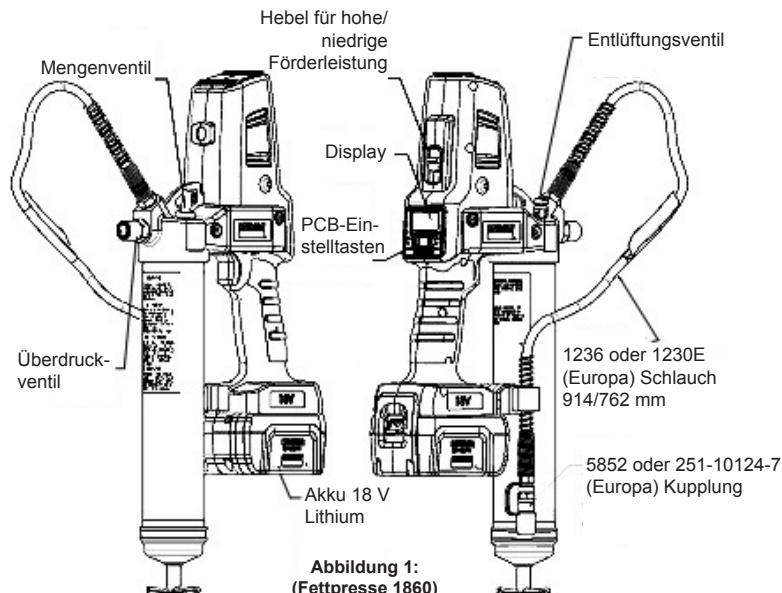

Abbildung 1:
Dieses Sicherheitsventil (Abb. 1) ist werkseitig so eingestellt, dass Drücke über 517 bar abgelassen werden. Außerdem zeigt dieses Ventil den Zustand des Lagers und der Schmierleitung an. Wenn aus dem Überdrückventil Schmierstoff austritt, bedeutet dies, dass das Lager, das Fitting oder die Leitung verstopt oder eingeengt ist. Dieser Zustand muss vor der Weiterarbeit mit dem PowerLuber korrigiert werden.
**Der Motor darf nicht laufen!** Drücken Sie den Hebel (Abb. 1) so lange, bis entweder „L“ oder „H“ vollständig auf der Anzeige zu sehen ist.
1. Nach jeder Neubefüllung bzw. jedem Kartuschenwechsel muss der PowerLuber vorgefüllt werden. Lassen Sie die Presse so lange laufen, bis Fett aus dem Schlauch läuft. Pressen Sie mithilfe des Entlüftungsventils (Abb. 1) alle Luftblasen heraus.